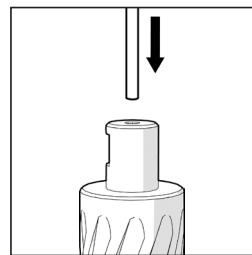

Fig. 6
- Inserte el pasador del piloto en el cortador asegurándose de que se desliza suavemente. (**Fig. 6**)